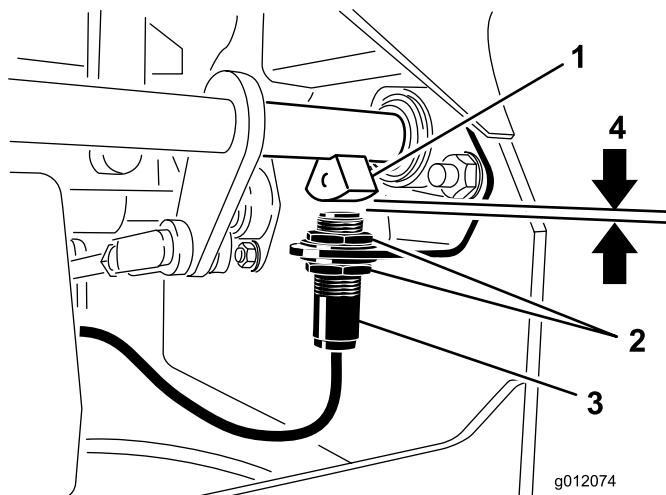

Figura 67
4. Mueva el interruptor hacia arriba o hacia abajo en el soporte hasta que la distancia entre el sensor del eje del freno y la superficie del interruptor sea de 3.9 mm (5/32 pulgada) (Figura 67).